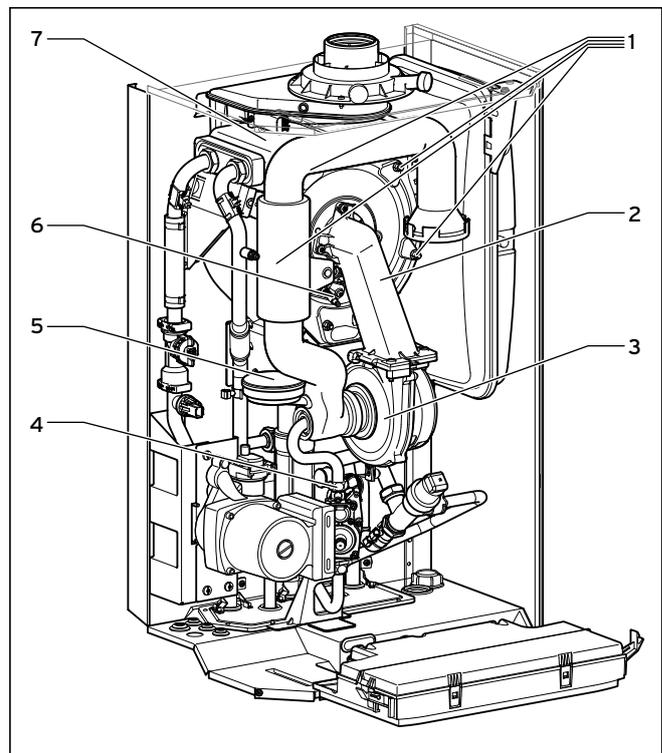

Abb. 8.1 Thermo-Kompaktmodul ausbauen
- Stecken Sie das Thermo-Kompaktmodul (2, Abb. 8.1) auf den Integral-Kondensations-Wärmetauscher (7, Abb. 8.1).
- Ziehen Sie die fünf Muttern (1, Abb. 8.1) über Kreuz fest, bis die Brenntür an den Anschlagflächen gleichmäßig anliegt.
- Schließen Sie die beiden Stecker der Zünd- und Erdleitung an die Zündelektrode (6, Abb. 8.1) an.
- Schließen Sie die Stecker am Gebläse (3, Abb. 8.1) und Luftdrucksensor (5, Abb. 8.1) an.